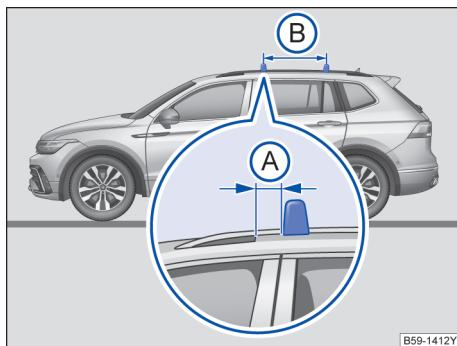

图 205 配备车顶行李架基架的汽车：行李架杆的固定点
行李架杆安装在车顶行李架基架上。同时前行李架杆与前车顶行李架脚→图 205 A 之间的距离为 3~6 cm。行李架杆的相互距离 B 应大约为 75 cm。
- 行李架杆只能安装在平行箭头→图 205 B 之间。